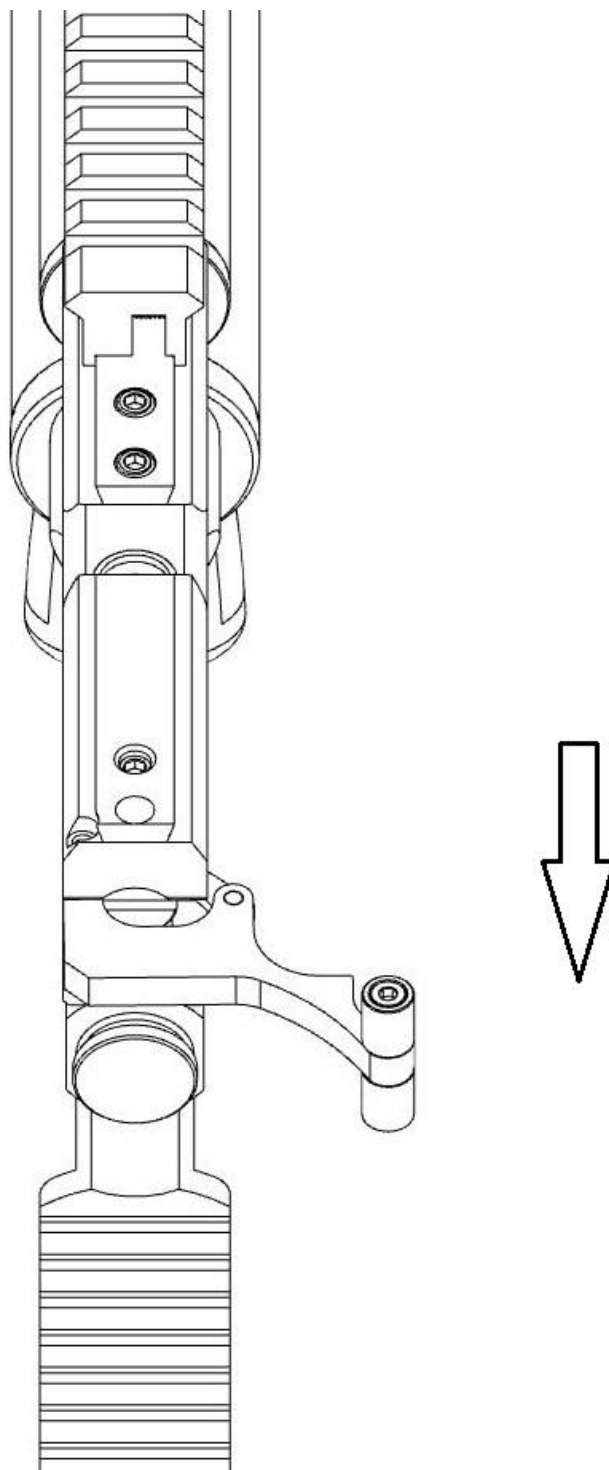

Рисунок 4.
- Поставить винтовку на боевой взвод отведением рычага взвода назад до щелчка и оставить его в таком положении (Рисунок 4).